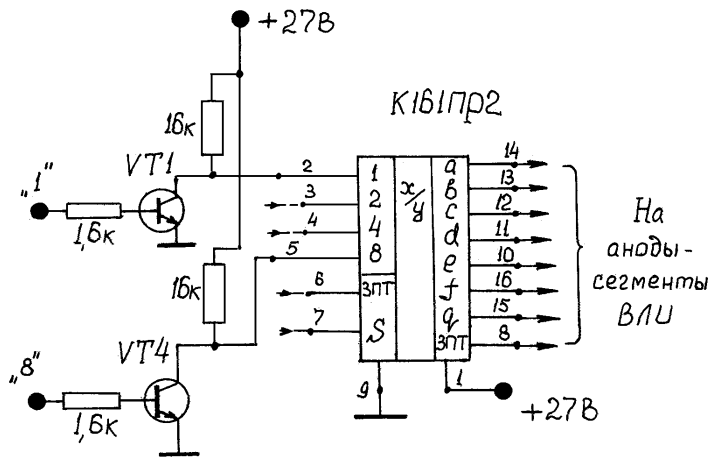

рис.58
ние у радиолюбителей получила специализированная серия микросхем, хотя разработанная и достаточно давно, но не потерявшая своей актуальности и поныне. Это микросхемы р-МОП серии K161, в частности дешифраторы-преобразователи K161PR2 и K161PR3. На рис.58 показан один из наиболее оптимальных способов сопряжения микросхемы K161PR2 (представляющей из себя преобразователь двоично-десятичного кода в семисегментный позиционный со встроенной оперативной памятью) с ВЛИ. Обратим внимание на необходимость сопряжения этой микросхемы с обычной логикой К-МОП, поскольку ее логические уровни обратны по своей полярности тем, которые характерны как для логики К-МОП, так и для ТТЛ (ТТЛШ). Кроме того, эти серии существенно различаются по своим логическим уровням. Вот почему наличие на входах 1-2-4-8 микросхемы K161PR2(3) инвертирующих транзисторных ключей можно считать обязательным условием. Вход "S" (вывод 7) служит для подачи сигнала управления оперативной памятью дешифратора-преобразователя и также должен подключаться к входным цепям цифрового устройства через аналогичный инвертирующий транзисторный ключ.